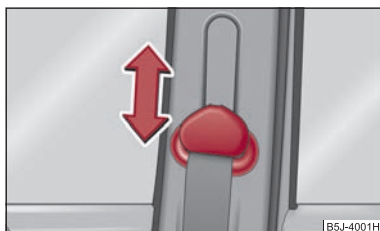

Fig. 4 Siège avant: Réglage de la hauteur des ceintures
- Pour le réglage, appuyer sur la touche et pousser vers le haut ou le bas la ferrure d'inversion ⇒ fig. 4.